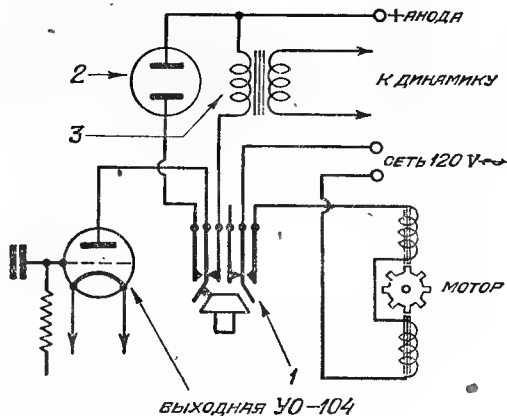

Рис. 3
Принципиальная схема переключения выхода приемника изображена на рис. 3. Включение неоновой лампы (2) и выключение выходного трансформатора (3) производится с помощью джека (1). На рис. 3 положение джека соответствует работе приемника на репродуктор. Мотор при этом выключен.